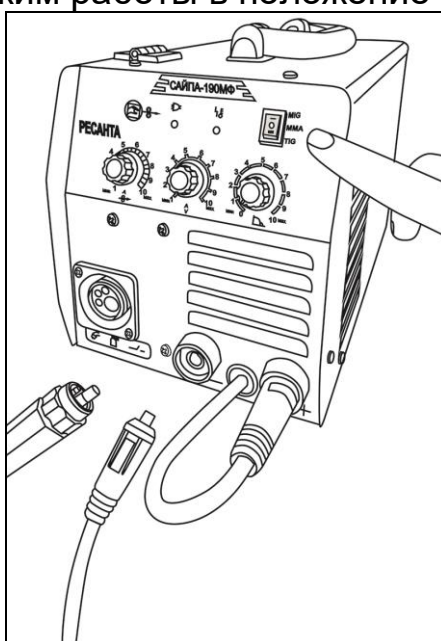

Рис. 12. Установка режимов сварки
3. Держа сварочную маску перед лицом, «чиркните» (рис.12 «Чирканье») электродом по поверхности свариваемой детали (как при зажигании спичкой). Данный метод наиболее продуктивный для зажигания сварочной дуги.